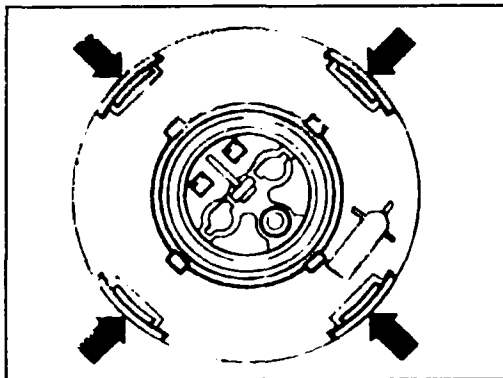

Рис. 4.32 Снятие верхней части узла насос/датчик
- ◆ Откройте отверткой верхнюю часть корпуса (см. по стрелке рис. 4.32) и выньте его из нижней части.